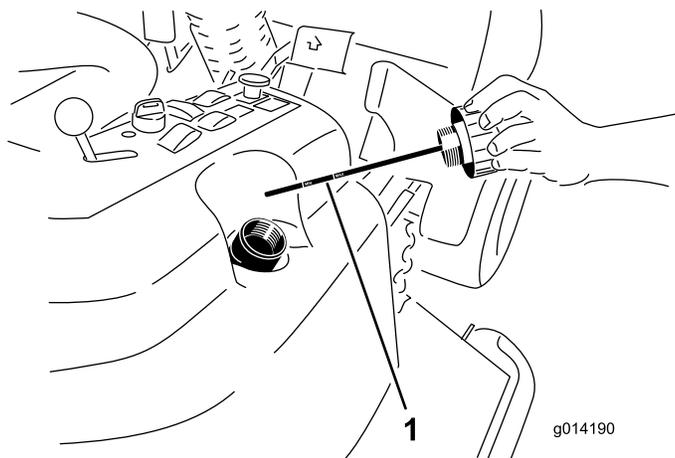

Bild 42
2. Nehmen Sie den Deckel des Hydraulikbehälters vom Einfüllstutzen ab (Bild 42).
3. Nehmen Sie den Messstab heraus und wischen Sie ihn mit einem sauberen Lappen ab (Bild 42).
4. Stecken Sie den Messstab in den Einfüllstutzen und ziehen ihn dann heraus, um den Ölstand zu prüfen (Bild 42).